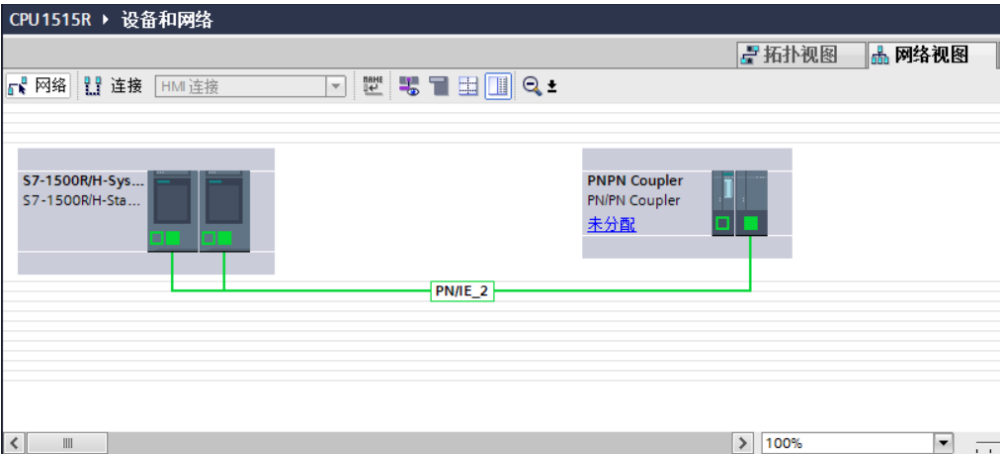

图 2-17 连接 PN/PN Coupler 的 X2 网络
- 2) 将 PN/PN Coupler 的网口 X2 接入 PN/IE_2，如图 2-17 所示。